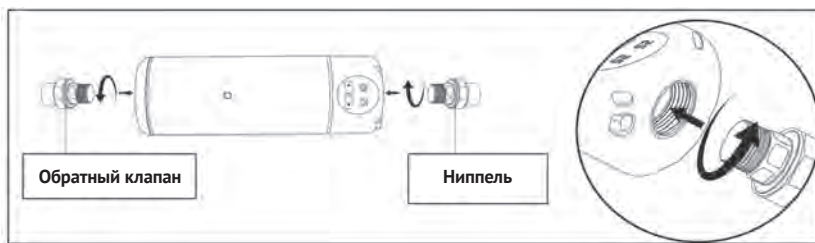

Рисунок 6 – Установка обратного клапана и ниппеля
- 3 На входе в насос обязательно установите обратный клапан (входит в комплектацию) для предотвращения обратного хода воды (см. рисунок 6).